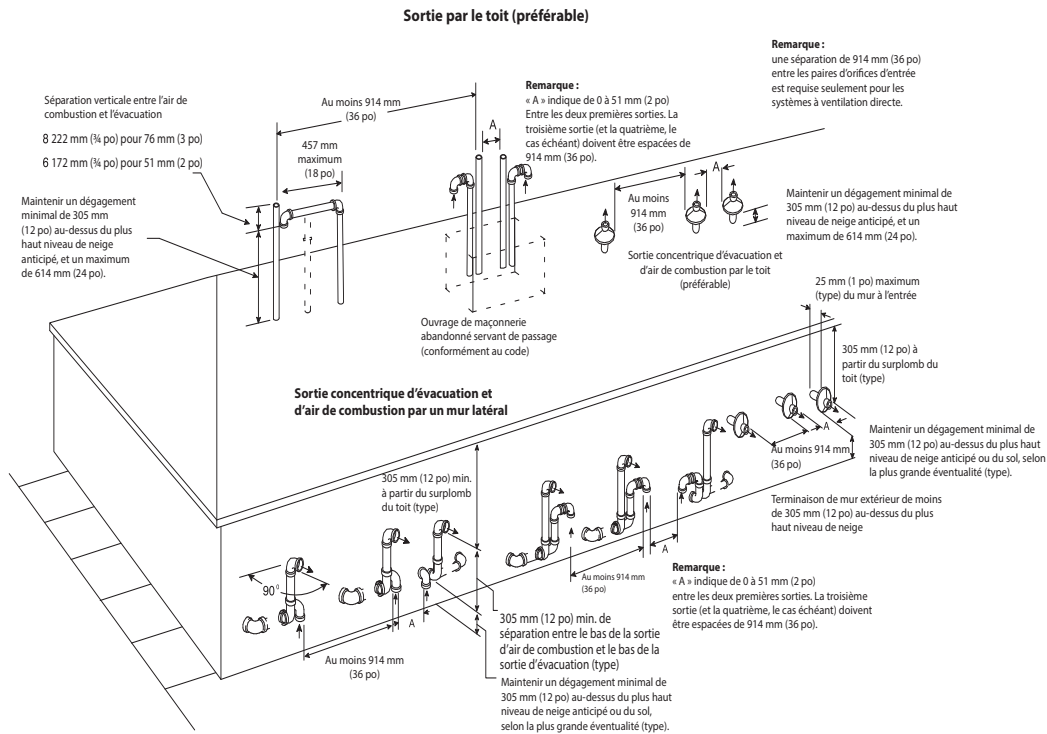
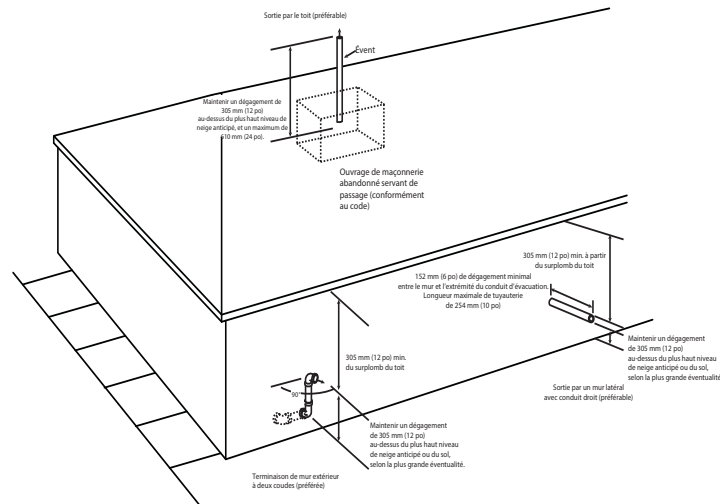
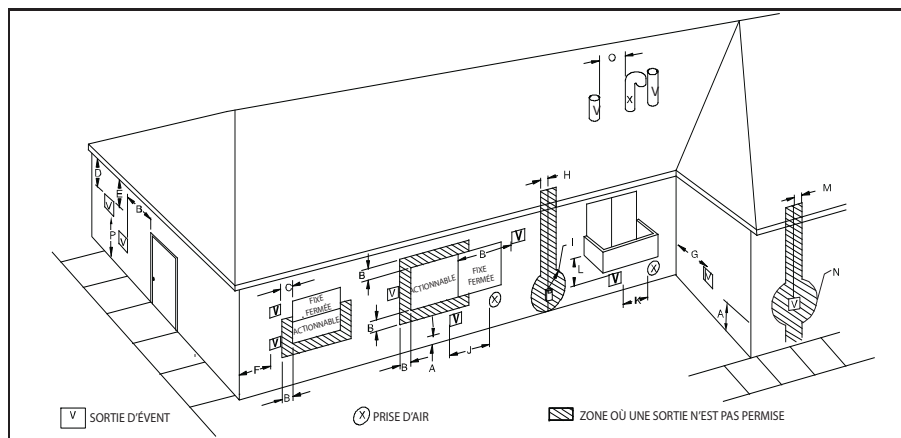

Fig. 39 – Air de combustion et sortie d'évent pour système d'évacuation directe (2 tuyaux)
Fig. 40 – Sortie d'évent pour système d'évacuation non directe et d'air de combustion
Fig. 41 – Dégagement de sortie à évacuation directe
Une cheminée en maçonnerie abandonnée peut servir de passage pour l'installation de tuyaux d'air de combustion et d'évent adéquatement isolés et supportés. Chaque chaudière doit avoir son propre ensemble de tuyaux d'évent et d'air de combustion qui débouchent séparément, tel qu'Fig. 39 pour un système à ventilation directe (à deux tuyaux) ou à la Fig. 40 pour un système à tuyau simple ou ventilé à l'air de combustion.
Dans un système à ventilation directe (à deux tuyaux), tout l'air de combustion provient directement de l'extérieur et tous les produits de combustion sont évacués à l'extérieur. Les conduits d'évacuation et d'air de combustion doivent sortir ensemble, dans la même zone de pression atmosphérique, que ce soit dans un mur ou dans un toit (la sortie par un toit est à privilégier). Consultez la Fig. 41 pour connaître les exigences de dégagement du code national.
Pour les dégagements de terminaison d'évent, consultez les codes nationaux présentés à la Fig. 41 pour un système à ventilation directe / à deux tuyaux et à la Fig. 42 pour un système à air de combustion ventilé / à ventilation non directe / à un tuyau. Pour la disposition des terminaisons extérieures, consultez la Fig. 39 pour le système à ventilation directe / à deux tuyaux et la Fig. 40 pour les systèmes à air de combustion ventilé / ventilation non directe / à un tuyau. Communiquez avec les responsables des codes locaux pour connaître les autres
1. Se conformer à toutes les exigences en matière de dégagements, tel qu'indiqué à la Fig. 41 ou à la Fig. 42 selon l'application.
Les conduits d'air de combustion et d'évacuation du système de ventilation directe (deux tuyaux) doivent se terminer hors de la structure. Consultez la Fig. 41 pour connaître les dégagements requis par les codes